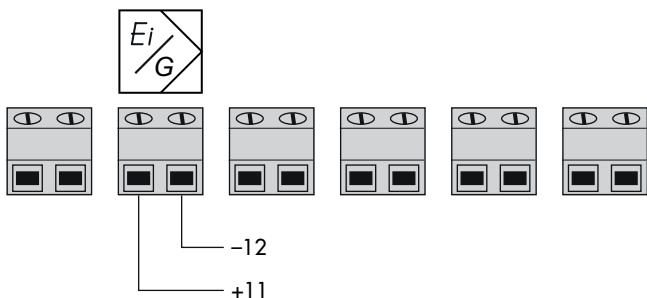

Fig. 5-38: Tilslutning af mA styresignal
- Tilslut strømforsyningen (mA signal), som beskrevet i Fig. 5-38.